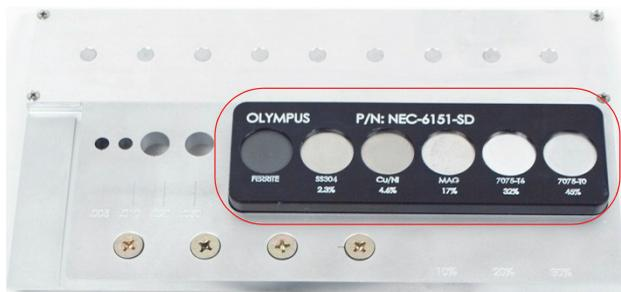
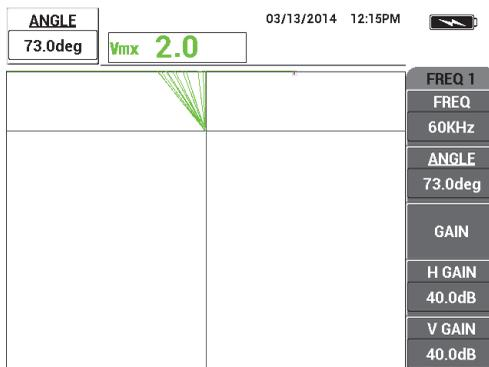

Рис. 5-74 Часть образца, используемая для теории импедансной плоскости
Рис. 5-75 Настройка угла сигнала на 90°
9. Осторожно коснитесь преобразователем ферритового образца, и продолжите аккуратно постукивать по его поверхности (см. Рис. 5-74 на стр. 193). Нажмите клавишу ANGLE () и настройте угол сигнала ферритового образца, так чтобы он был направлен прямо вверх (90°) [см. Рис. 5-75 на стр. 193].